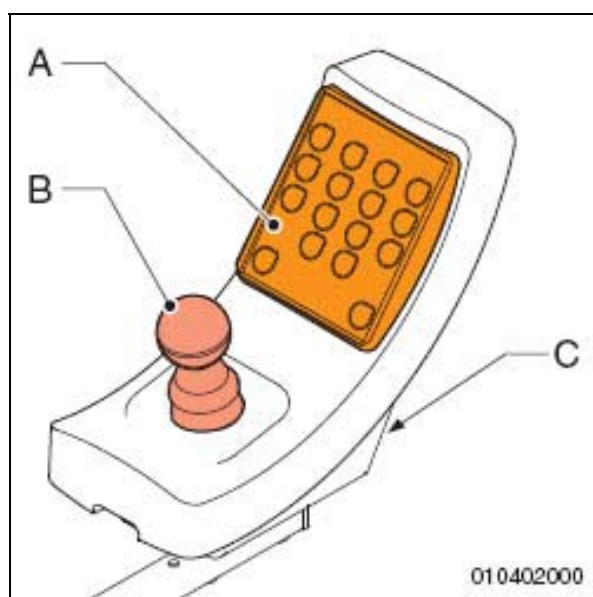

Figure 2.2
- Panneau de commande (A dans la fig. 2.2).
- Manette (B dans la fig. 2.2).
- Connexion de charge (C dans la fig. 2.2) – voir “charger les batteries”.